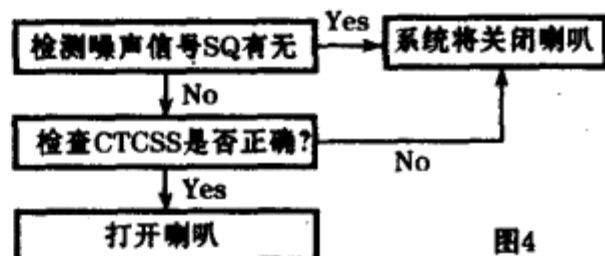

图4
7.静噪：接收机在信号比较弱时，SQ信号为高电平，系统将关闭喇叭静噪。接收时，如果接收到的CTCSS信号与本机相符，系统则打开喇叭。如果SQ信号仍为低电平，1秒内CTCSS与本机编码不相符，系统将关闭喇叭静噪。如果CTCSS功能关闭，则只能以SQ信号来判断静噪状态（如图4所示）。